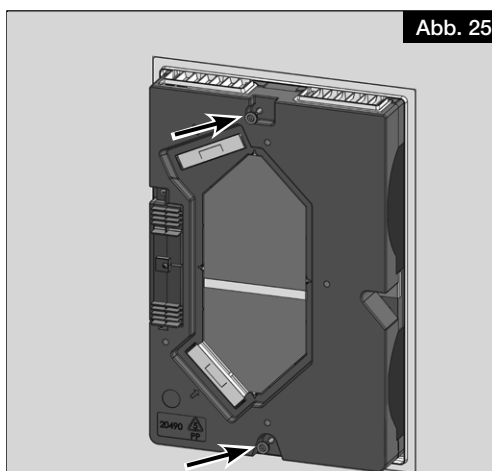

Abb. 25
7. Die zwei Rändelmutter von Hand anziehen (siehe Abb. 25).